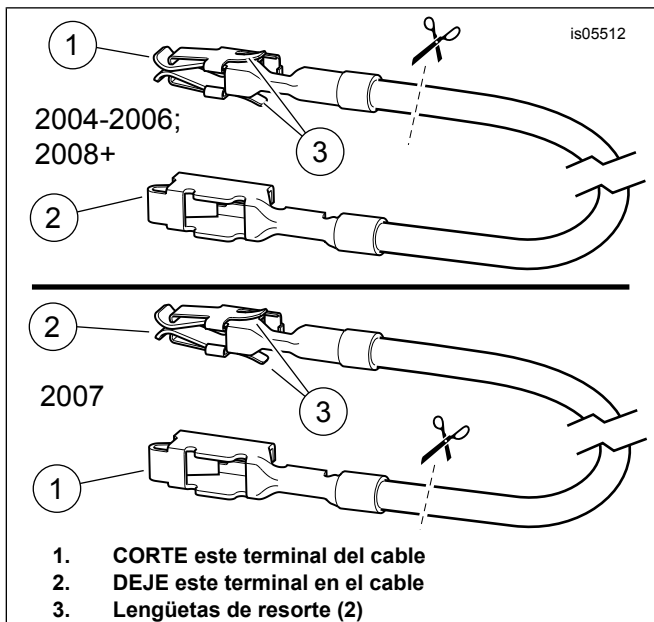

Figura 12. Cable adaptador del bloque de fusibles (Touring FL)
2. Tome el cable del adaptador del bloque de fusibles naranja/blanco (15) del kit.
- a. **Para los modelos 2004 a 2006:** Consulte la Figura 12. (vista superior). Observe el terminal en cada extremo. Solamente el terminal SIN las lengüetas de resorte encaja dentro de la cavidad de fusibles. Cuidadosamente corte el terminal CON lengüetas de resorte del cable y deséchelo.
- b. **Para los modelos 2007:** Consulte la Figura 12. (vista inferior). Observe el terminal en cada extremo. Solamente el terminal CON las lengüetas de resorte encaja dentro de la cavidad de fusibles. Cuidadosamente corte el terminal SIN lengüetas de resorte del cable y deséchelo.
- a. Vea Figura 12. (Vista superior). Observe el terminal en cada extremo. Solamente el terminal CON las lengüetas de resorte encaja dentro de la cavidad de fusibles. Cuidadosamente corte el terminal SIN lengüetas de resorte del cable y deséchelo.